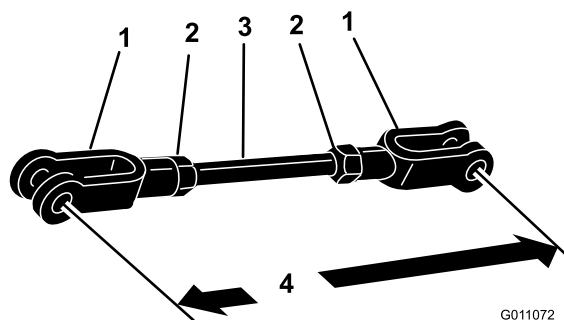

Figura 12
6. Installate i dadi e le forcelle sull'asta filettata (Figura 12).
7. Regolate le forcelle finché i centri dei fori non sono distanziati di 228,6 mm (Figura 12).